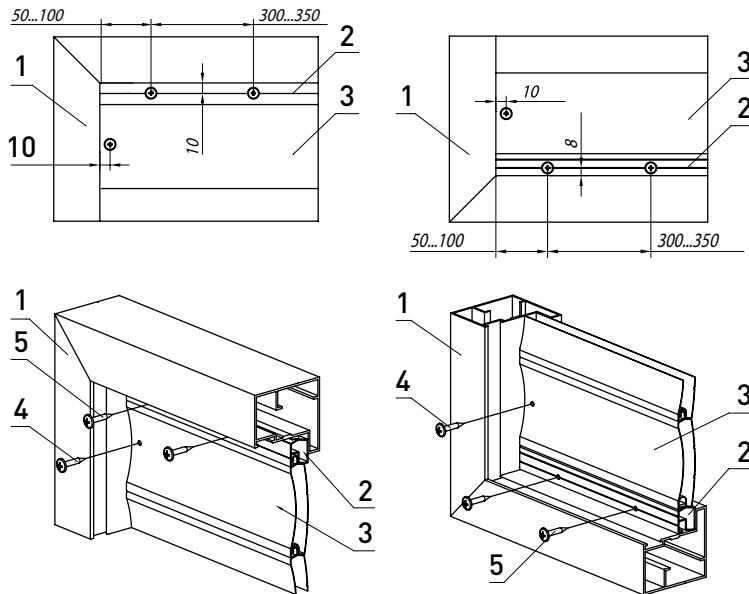

Рис. 16. Установка заполнения:
- Произвести разметку под сверление отверстий для крепления полотна заполнения в соответствии с рис. 16.